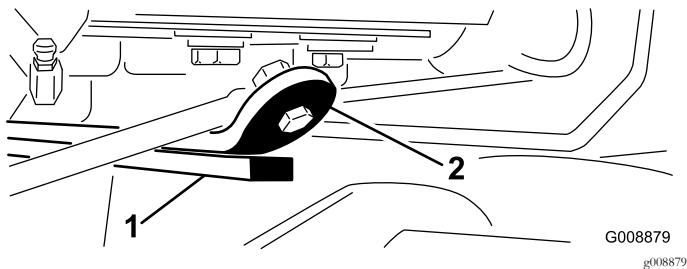

Bild 28
- 3. Lassen Sie den Motor an, heben die Hubarme an und prüfen, ob der Abstand zwischen der Abnutzungsleiste an der Oberseite der Heckschneideinheit und des Stoßstangenstreifens zwischen 0,51-2,54 mm liegt, wie in Bild 28 dargestellt.